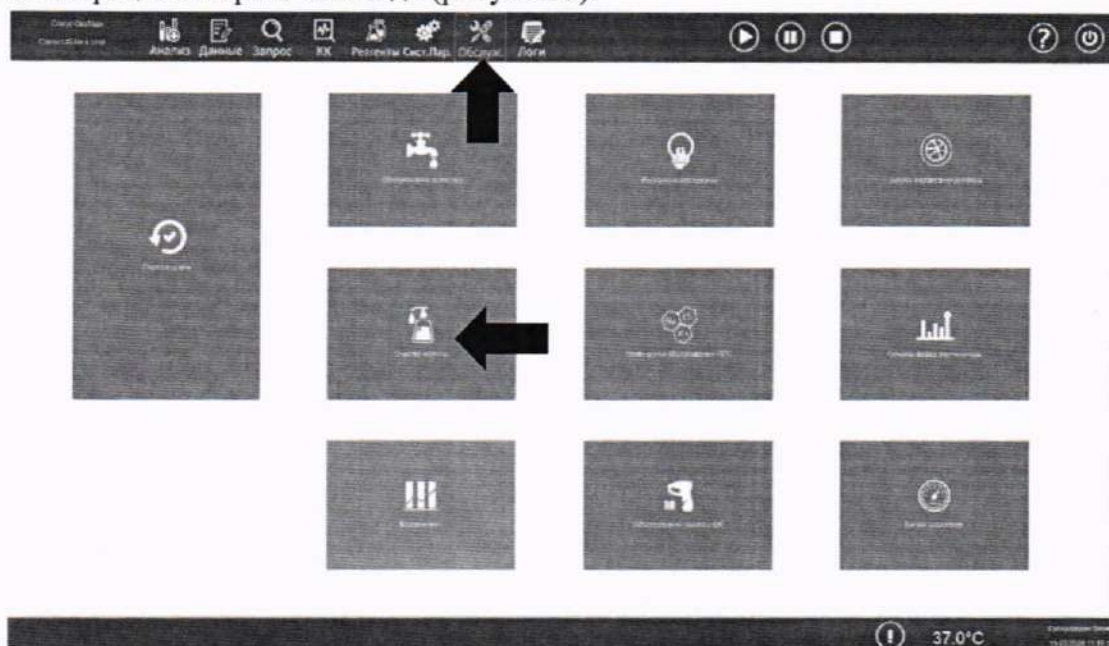
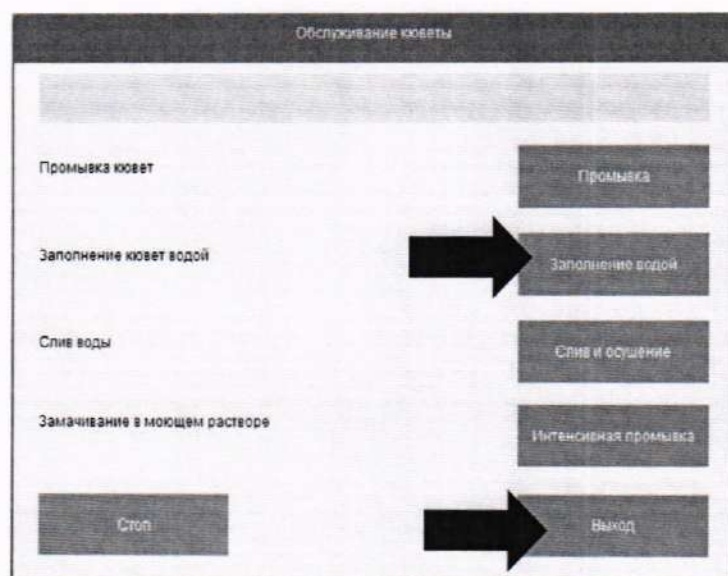
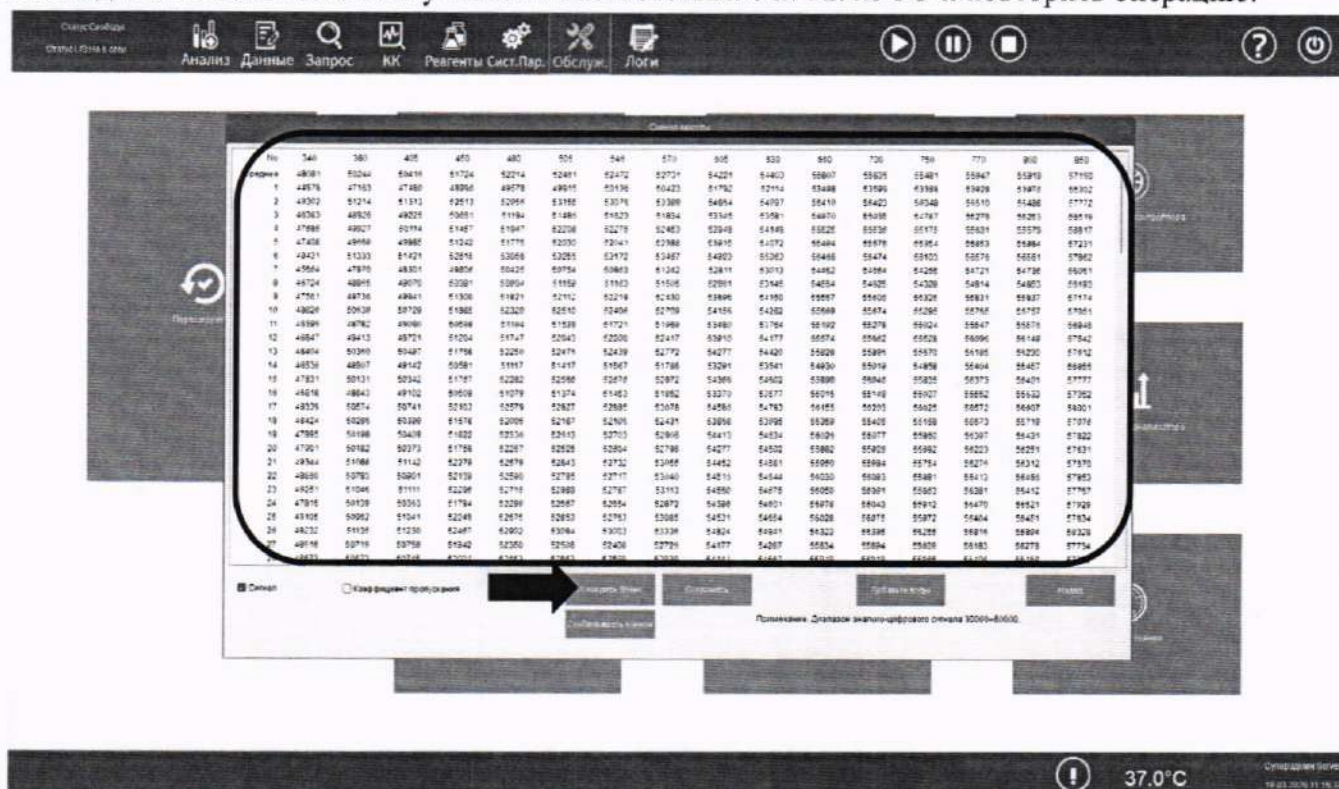

Рисунок 4 – Визуализация меню ПО «Обслуживание»
Рисунок 5 – Визуализация окна «Обслуживание кюветы»
Рисунок 6 – Визуализация окна «Бланк кювет»
8.3.1.4 В меню ПО анализатора выбрать «Обслуживание», затем – «Очистка кюветы». В открывшемся окне «Обслуживание кюветы» выбрать «Заполнение водой» (рисунок 4), по окончании операции выбрать «Выход» (рисунок 5).
8.3.1.5 В меню ПО анализатора выбрать «Обслуживание», затем – «Бланк кювет» (рисунок 4). В открывшемся окне нажать кнопку «Измерить бланк». По окончании измерений все значения сигнала в списке должны попадать в диапазон от 30 000 до 60 000 (значения, выходящие за данные пределы будут выделены цветом) (рисунок 6). Если значения выходят за эти пределы необходимо выполнить очистку кювет в соответствии с п. 12.4.3 РЭ и повторить операцию.